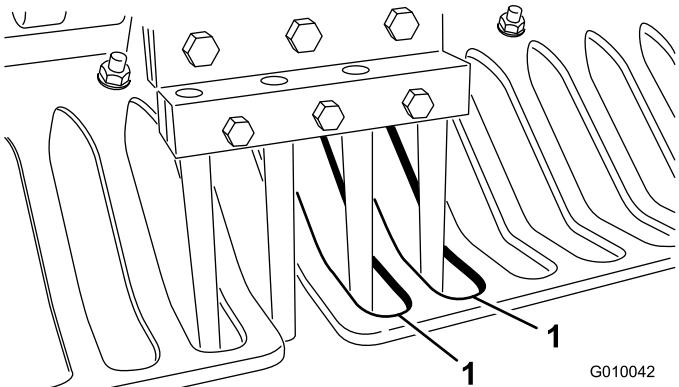

**Figure 26**
- Placez les louchets dans les porte-louchets N° 2 et 5 (Figure 26), et serrez les vis.